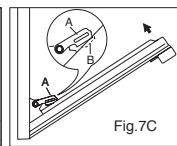

Fig.7C
- 4) chiudere lentamente lo sportello del forno fino a raggiungere i ganci "A", accertandosi che questi siano bloccati nelle fessure "B" dello sportello del forno, come mostrato in fig. 7C. (Solo dove presente, rimuovere il vetro interno dello sportello del forno, vedere fig. 7A).